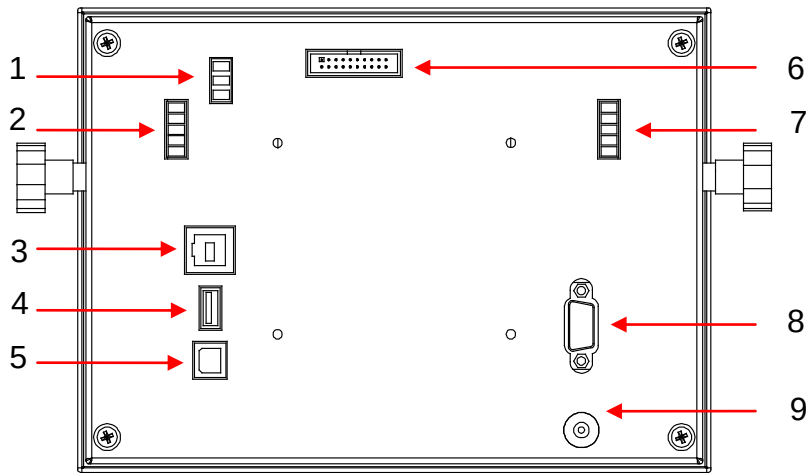

Figure 2-2 T81XZH 称重仪表
台秤秤体或者平台秤体可以参考 Figure2-2 连接 T81XZH 电子称重仪表，仪表上传感器接线插座信号指示如下图所示。
请按图示连接方式将 RS232 线束连接到 RS232 插口上 (Figure 2-2, item 1 和 7)
或者也可以将 RS232 线束与附件袋中的接线端子连接，然后插到仪表端的插座上（Figure 2-2, item 1）
将电子称重仪表包装内附带的电源适配器端子连接到电子称重仪表的电源插口上 (Figure 2-2, item 9), 然后将电源插头插到电源插座上。